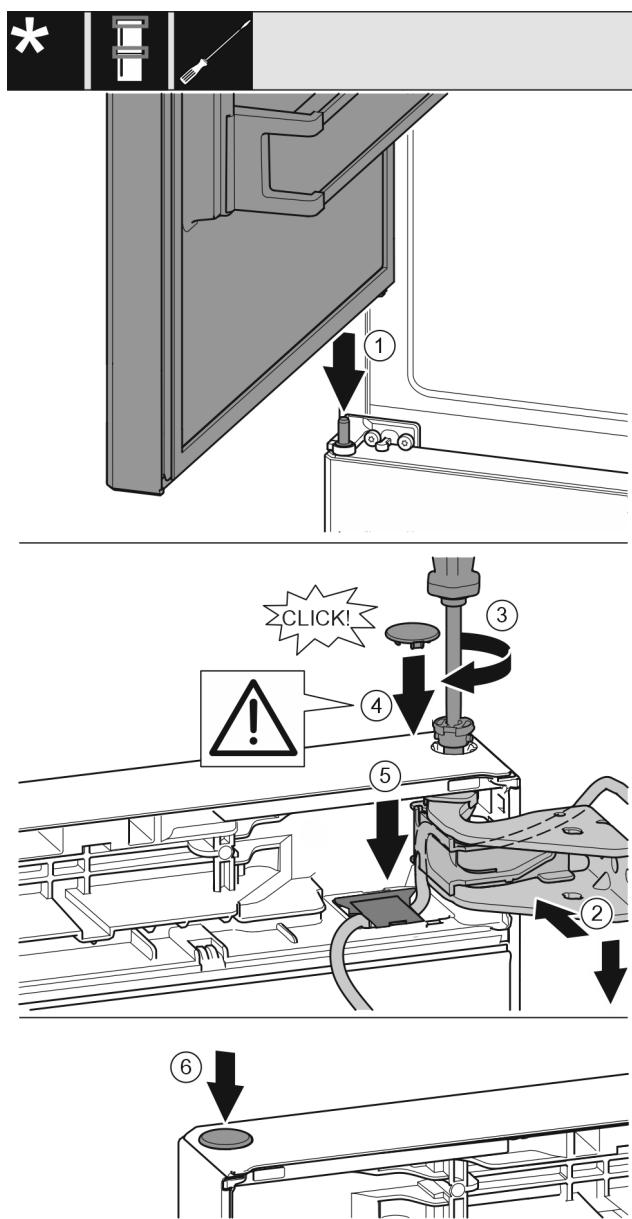

Fig. 42
- Stavite gornja vrata na srednji podložak ležaja Fig. 42 (1)
- Poravnajte gornja vrata prema otvoru u podlošku ležaja. Fig. 42 (2)
- Umetnute svornjak i zavijte odvijačem T15. Fig. 42 (3)
- Montirajte sigurnosni pokrov radi osiguranja vrata: Umetnute sigurnosni pokrov i provjerite naliježe li na vrata. U protivnom u potpunosti umetnute svornjake. Fig. 42 (4)
- Umetnute pokrov i pritišćite ga prema dolje dok se ne uglavi. Fig. 42 (5)
- Umetnute čep. Fig. 42 (6)